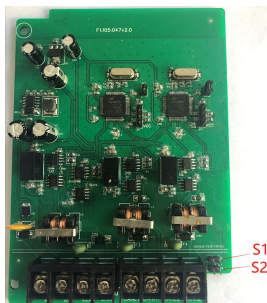

图6 终端电阻的设置
3、终端电阻的设置，如图 6 所示。插针 S1 对应 CANL1、CANH1 总线，S1 插针短路表示有 120 欧姆终端电阻。插针 S2 对应 CANL2、CANH2 总线，S2 插针短路表示有 120 欧姆终端电阻。